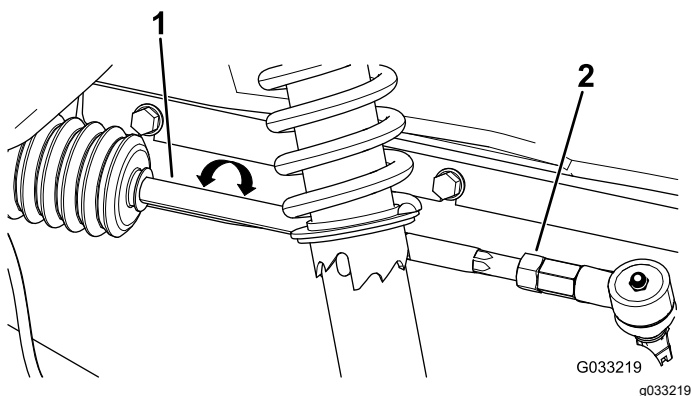

Figure 47
2. Si les mesures ne sont pas comprises entre 0 et 6 mm, desserrez les écrous de blocage aux deux extrémités extérieures des biellettes (Figure 47).